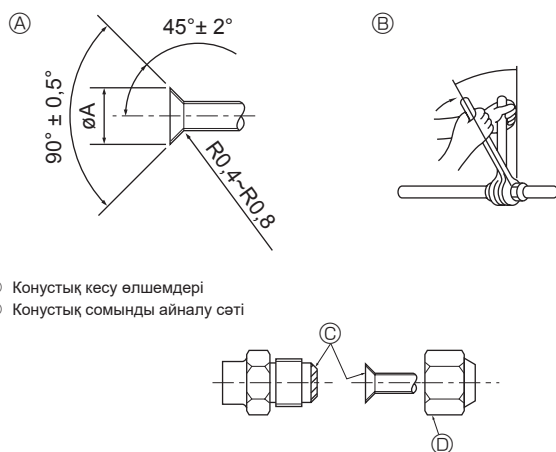

Fig. 4-1
А (Fig. 4-1)
В (Fig. 4-1)
4.2. Құбырларды жалғау (Fig. 4-1)